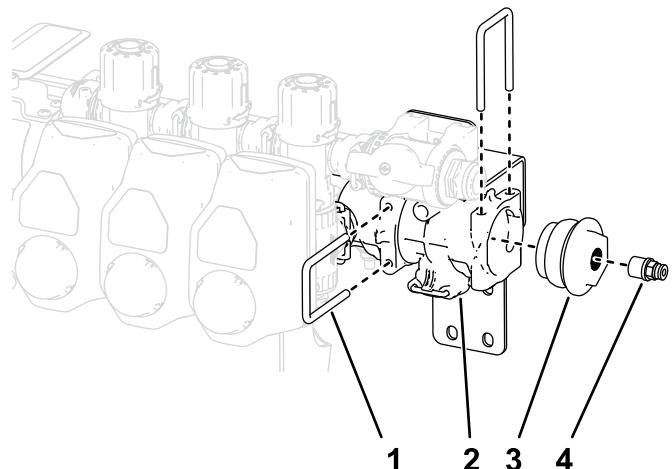

Figura 30
9. Retire la horquilla de retención que sujeta la tapa del acoplamiento y el racor del extremo de la sección de la válvula (Figura 30).